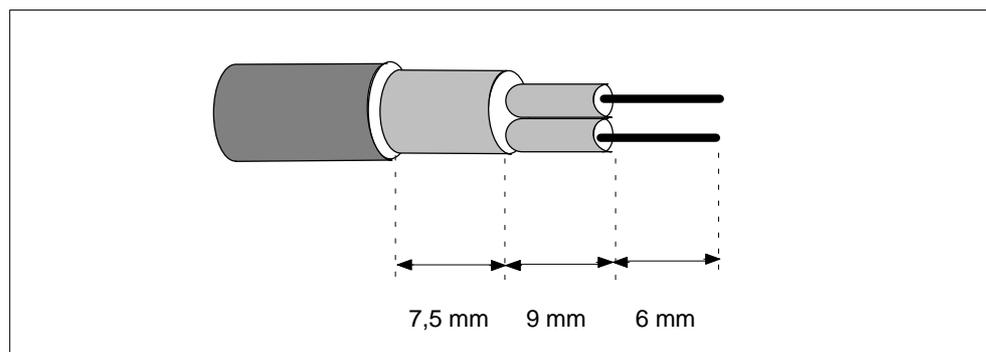

Bild B-9 Länge der Abisolierungen für Anschluss an Busanschlussstecker (6GK1 500-0EA02)
1. Präparieren Sie die Leitungsenden entsprechend den Maßen in Bild B-9.